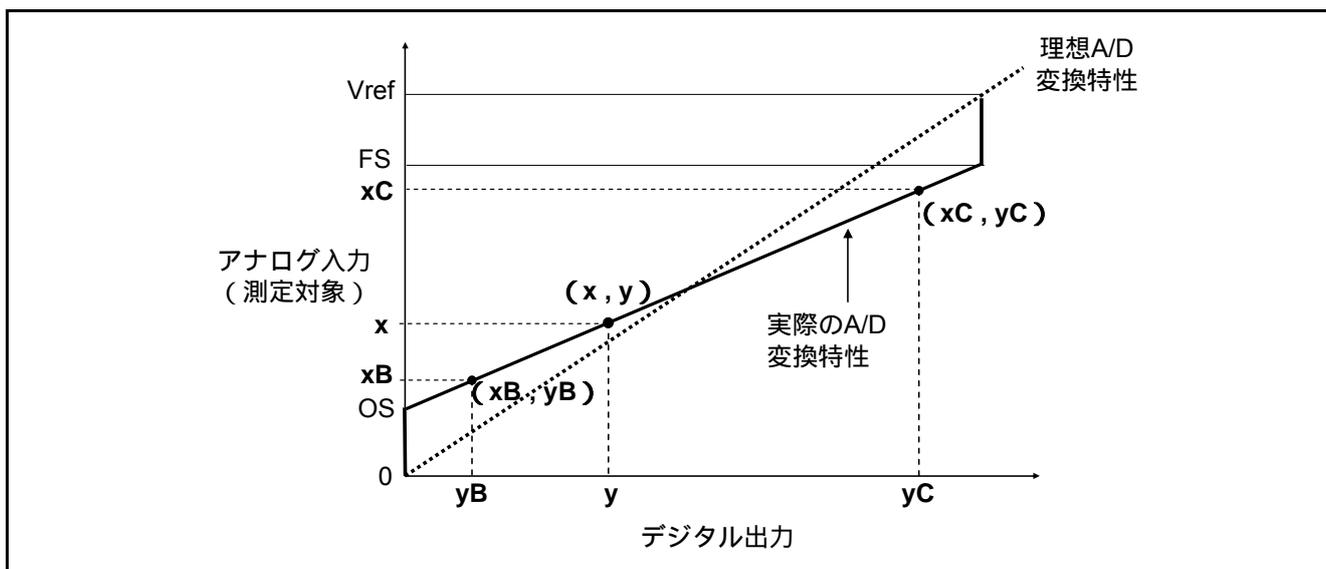

図 4.2 誤差補正の考え方
A/D コンバータの入出力特性例について、図 4.2に示す x と y の関係は次の通りです。
- 1. 図 4.2における 2 点 (x_B, y_B) 、 (x_C, y_C) を測定します。